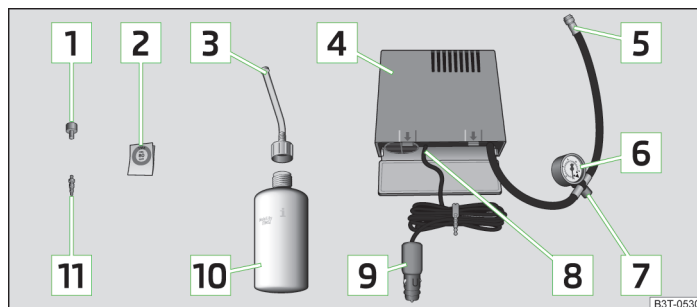

Fig. 186 Componentele setului
- Lipiți autocolantul **2** » fig. 186 la pagina 233 pe planșa de bord, în câmpul vizual al șoferului.
- Scuturați de câteva ori bine recipientul de umplere a anvelopei **10** » fig. 186 la pagina 233.
- Înșurubați bine furtunul de presiune **5** » fig. 186 la pagina 233 al compresorului de aer pe ventilul anvelopei.